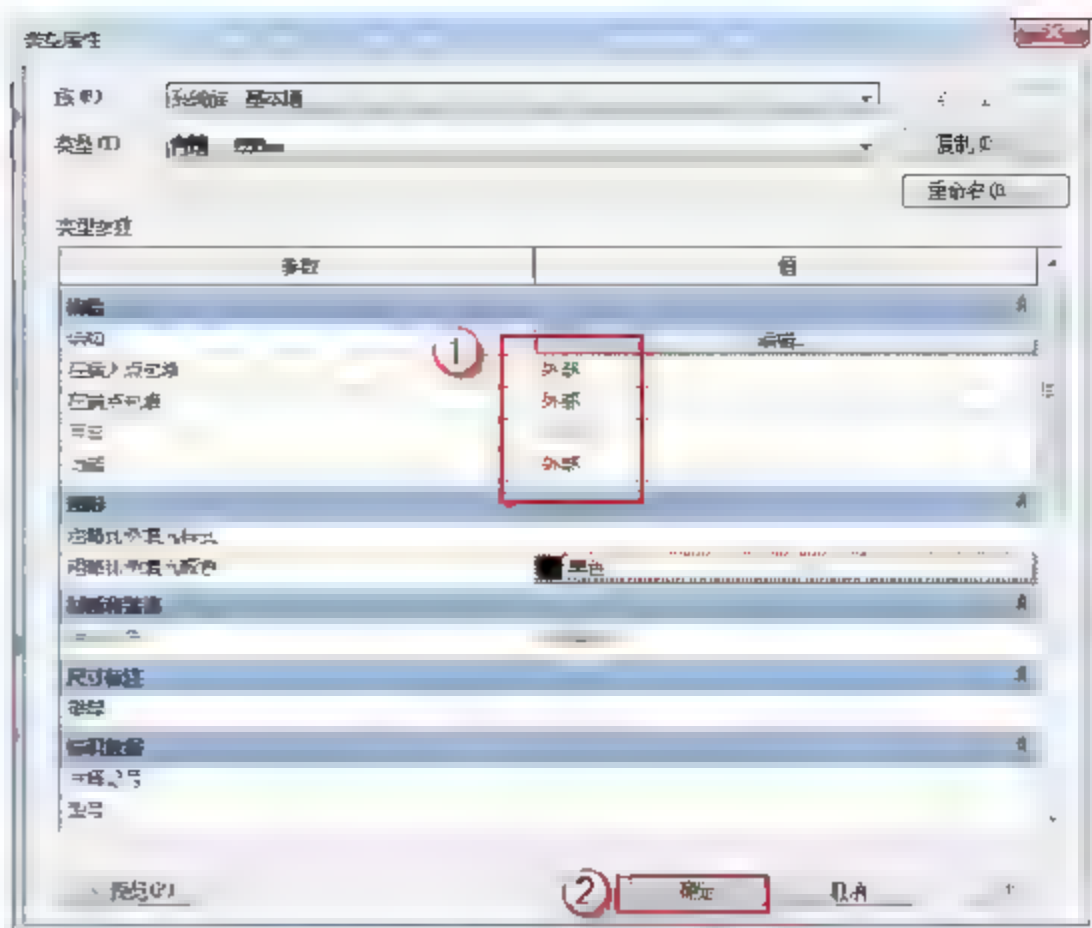

图 9.1.35 完成“内墙-200mm”的编辑
(8) 完成“内墙 - 200mm”的编辑。在“类型属性”对话框中，选择“在插入点包络”后的参数“不包络”→“外部”，再选择“在端点包络”后的参数“无”→“外部”，选择功能参数后的“无”→“外部”，然后单击“确定”按钮，如图 9.1.35 所示。